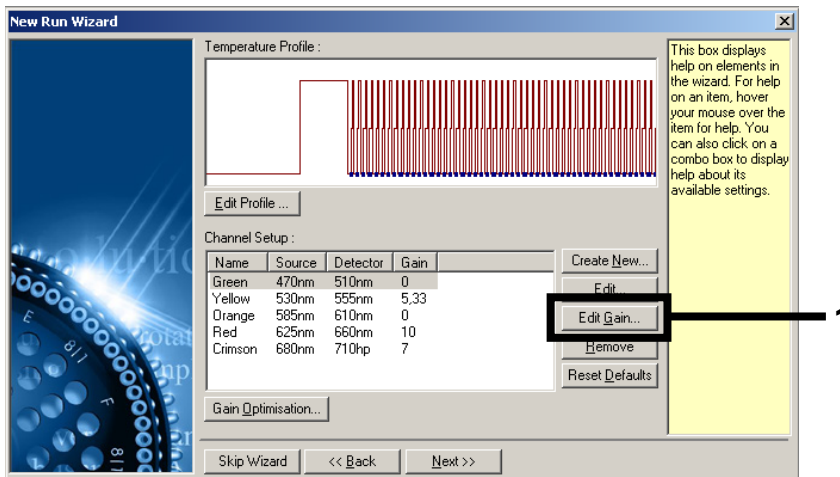

Abbildung 5. Manuelle Bearbeitung der Verstärkungswerte.
6. Klicken Sie auf **Edit Gain** (Verstärkungswerte bearbeiten), um die Verstärkungswerte manuell zu bearbeiten (siehe Abb. 5).